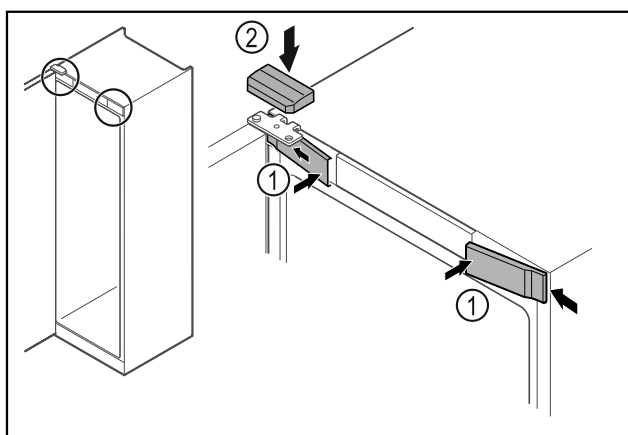

Fig. 27
- ▶ Przednie osłonki Fig. 27 (1) założyć z boku i zaczepić.
- ▶ Górną osłonkę Fig. 27 (2) zaczepić od góry.